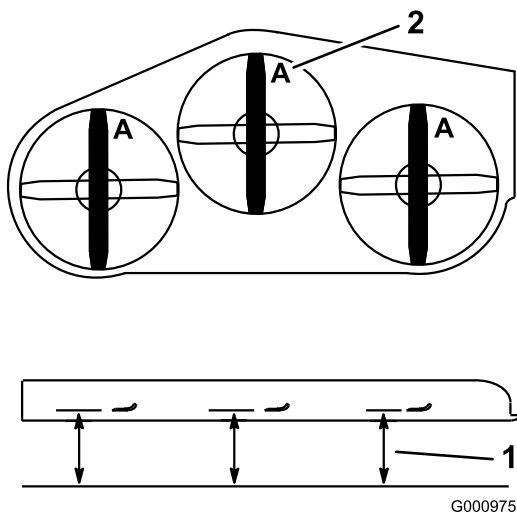

Figure 96
4. Mesurez la distance entre la surface plane et le tranchant (position A) des lames (Figure 96).